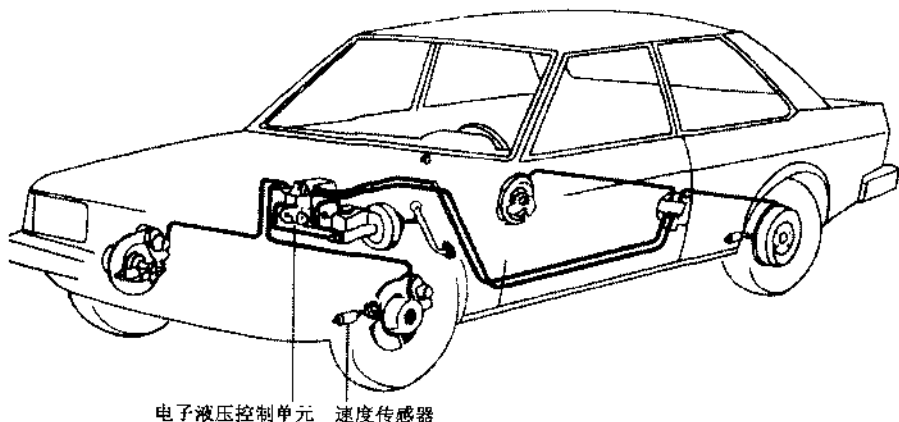

图 7.18 一汽红旗轿车 ABS 的安装位置
(2) 一汽红旗轿车 ABS 在车上安装位置如图 7.18 所示。